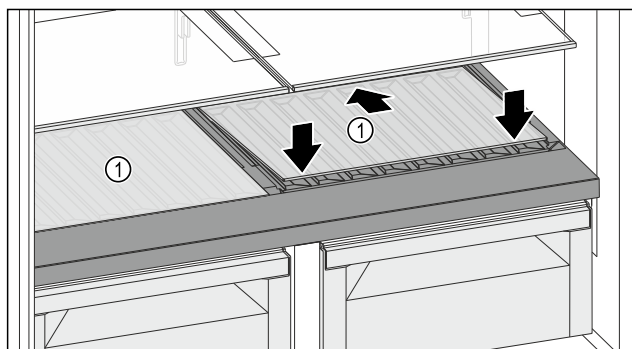

Fig. 132
- Поставете стъклената плоча Fig. 132 (1) косо и наклонена назад надолу.
- Спуснете стъклената плоча Fig. 132 (1) отпред.